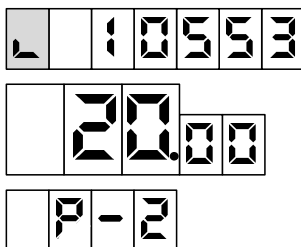

Рисунок 8
9.6 Предусмотрен просмотр на табло значений суммарного счетчика рукава в строке указателя стоимости с мигающим символом "L" в старшем разряде. В строке цены за литр отображается порядковый номер рукава и символы "P -" (рисунок 8). В случае многорукавной колонки, чтобы просмотреть на табло значения суммарных счетчиков других рукавов стороны, необходимо снять раздаточный кран интересующего рукава. В этом режиме допускается выдача топлива.